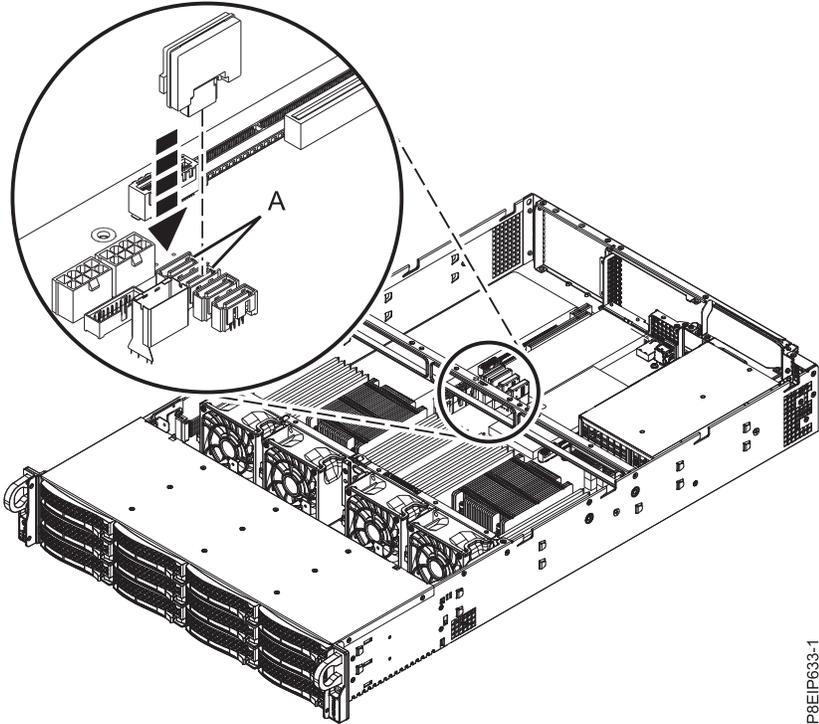

Figure 20. Installation d'un DOM
2. Installez le DOM dans le fond de panier système, dans les positions **(A)**, comme indiqué dans la figure 20, à la page 24. Selon le modèle du DOM, il sera éventuellement nécessaire de connecter un petit cordon d'alimentation pour le DOM. Veillez à connecter les connecteurs de manière adéquate.